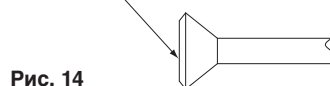

Рис. 14
- При выполнении соединения развальцовки на участок внутри раструба рекомендуется наносить только эфирное или сложное эфирное синтетическое масло. (См. рис. 14) Затем необходимо рукой завернуть конусную гайку на 3-4 оборота и довернуть ее.